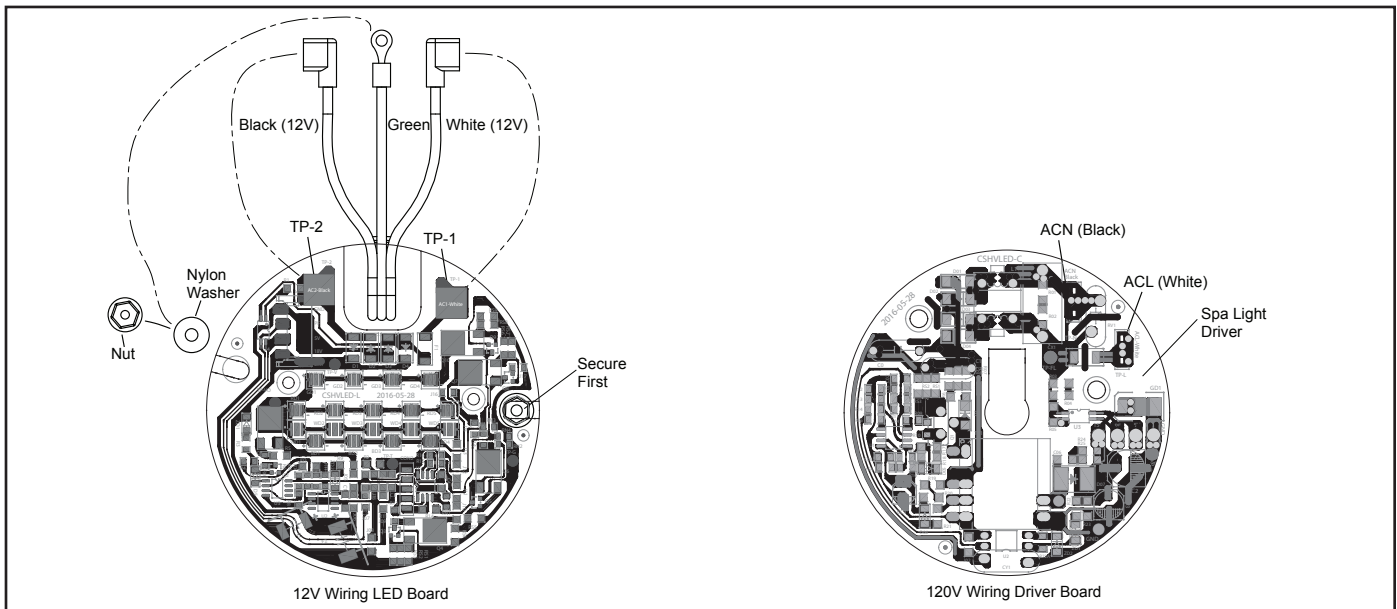

Figura 7. Reemplazo y cableado del motor (PCB) de luz pequeña
2. Retire dos (2) tuercas y dos (2) arandelas.
5. Coloque el nuevo controlador de luz en el conjunto de la luz, con la orientación que se muestra en la Figura 7.
6. Asegure el controlador de luz con una (1) arandela y una (1) tuerca del lado derecho del controlador de luz. Apriete a 12 pulgadas libras.
2. Retire dos (2) tornillos y seis (6) arandelas.
6. Coloque el nuevo tablero LED en el disipador de calor con la orientación que se muestra en la Figura 7.
7. Asegure el tablero LED con dos (2) tornillos y dos (2) arandelas.
6. Retire el tablero controlador y coloque el nuevo tablero controlador de luz en el conjunto de la luz, con la orientación que se muestra en la Figura 7.
12. Coloque el nuevo tablero LED en el disipador de calor con la orientación que se muestra en la Figura 7.
13. Asegure el tablero LED con dos (2) tornillos y seis (6) arandelas.